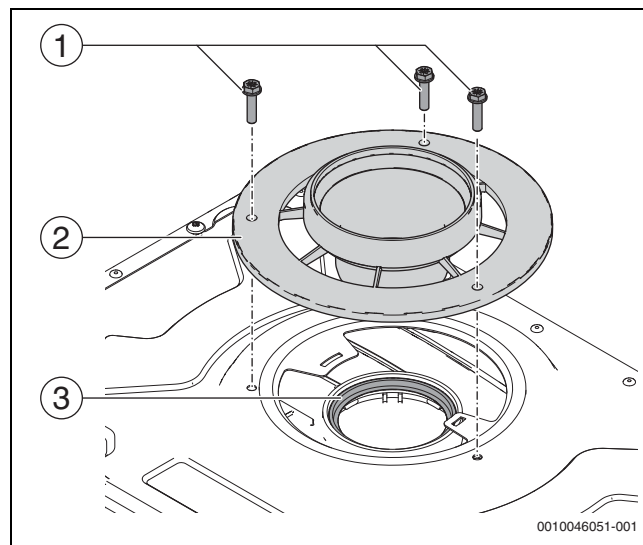

Fig. 150 Démonter l'adaptateur de tuyau d'évacuation des fumées et le kit de tuyau d'évacuation des fumées
- Placer l'adaptateur du conduit de fumées et le set du conduit de fumées (→ Figure 150, [2]) sur la plaque supérieure.
- Serrer les trois vis (Pozi ou hexagonales) (→ Fig. 150, [1]). Ne pas trop serrer les vis.